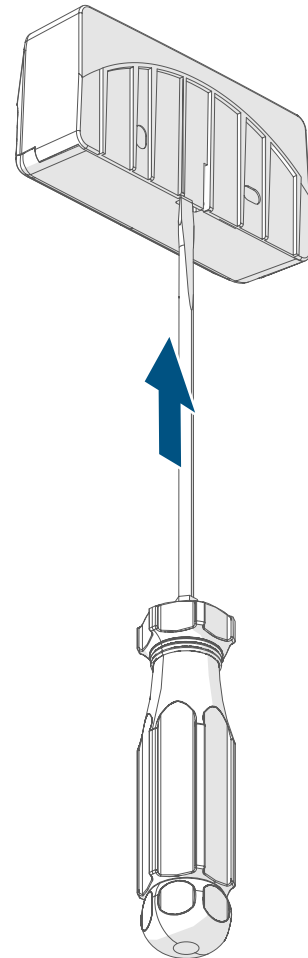

Abbildung 2
- Drücken Sie die Lasche an der Rückseite der Wandhalterung (A) leicht nach hinten (ggf. mit einem Schlitzschraubendreher), um die Elektronikeinheit (C) aus der Wandhalterung zu lösen (*→siehe Abbildung 2*).
- Drücken Sie die Lasche an der Rückseite der Wandhalterung (A) leicht nach hinten (ggf. mit einem Schlitzschraubendreher), um die Elektronikeinheit (C) aus der Wandhalterung zu lösen (→siehe *Abbildung 2*).
- Entnehmen Sie die leere Batterie aus dem Batteriefach (D).